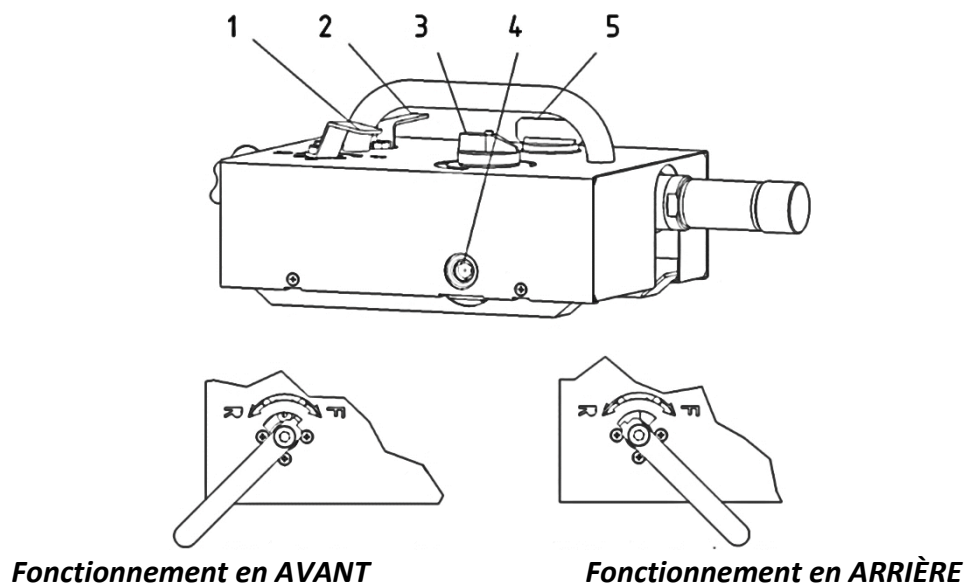

Fig. 8.4.1
Le dispositif de lubrification (Fig. 8.4.1) est équipé de :
- Vanne de réglage **1**. La position du levier de la vanne de réglage et la direction correspondante du fonctionnement sont présentées à la figure 8.4.1.
Il est interdit de reculer la machine lorsque la vanne de réglage du débit d'air (item 2 selon la fig. 8.4.1) est à la position maximale. La vanne doit être mise à la position max. de $\frac{3}{4}$ ouverte.